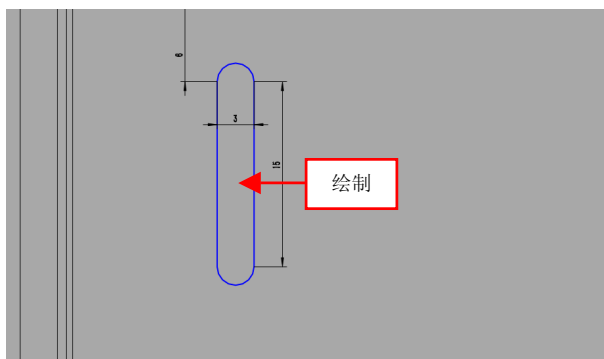

图 13-37 绘制草图对象
(2) 进入草图绘制环境，绘制草图对象，效果如图 13-37 所示。